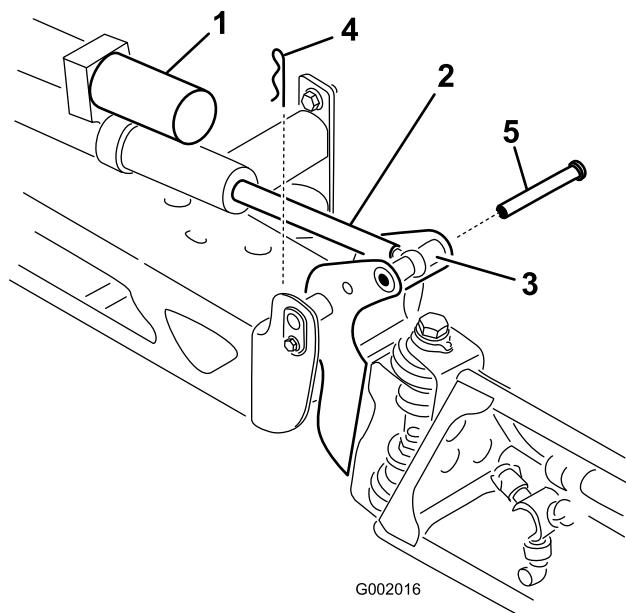

Bild 36
2. Nehmen Sie den Splint vom Gelenkstift ab (Bild 36).
Ausleger fest und stecken Sie den Stift durch das Scharnier des Auslegers und die Aktuatorstange (Bild 36).
3. Heben Sie den Ausleger an und nehmen Sie den Stift ab (Bild 36). Senken Sie den Ausleger langsam auf den Anschlag ab.